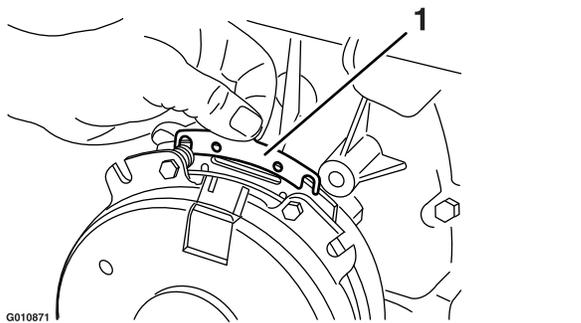

**Figura 64**
- A. Allentate entrambi i bulloni di montaggio del freno da 1/2 giro a un giro completo, come illustrato nella Figura 64.